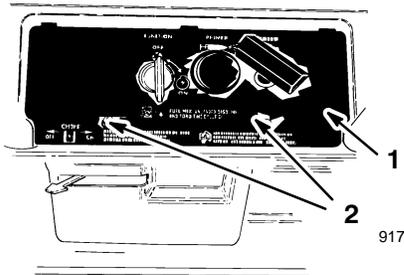

Abbildung 14
1. Die beiden Schrauben entfernen, mit denen die Bedienungskonsole am Gehäuse befestigt ist (Abb. 14).